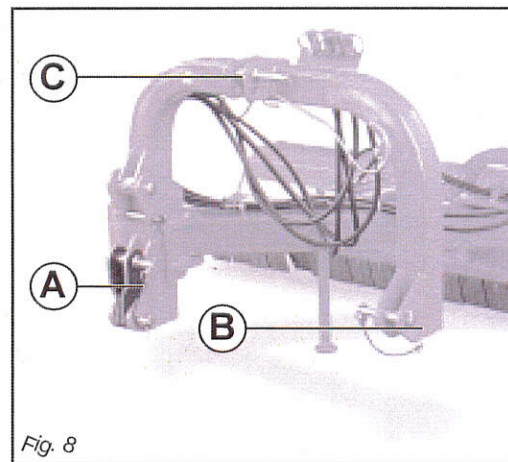

Fig. 8
Plattorna (A-B-C, fig. 8) ska alltid monteras som visas i fig. 8 med hålen pekande framåt från fyrkantetsröret.
- 1 - Anslut de nedre kopplingspunkterna på mest passande plats (A-B-C Fig. 8). Anslut genom att sätta i kopplingsbultarna och sedan låsa dessa med låssprintarna.
- 4 - Anslut toppstängens (C Fig. 8) och justera dess längd tills dess maskinens övre plana del är parallell med marken. Det är mycket viktigt att denna parallellitet mellan maskinens axel och traktorns kraftuttag uppnås. När maskinen arbetar under dessa förhål-